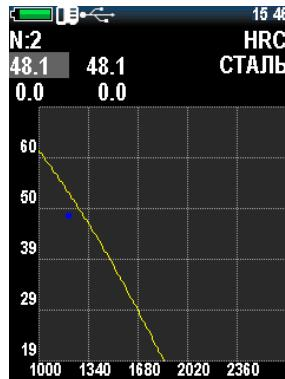

Рисунок 2.37 – Произведение замеров для градуировки
5. Перемещением курсора, клавишей «», выберите первую строку. Необходимо произвести около 5 измерений на первом образце, прибор будет показывать среднее значение серии в соответствии с действующей калибровкой (рис. 2.37). Если вы получаете очевидную ошибку измерения, нажмите клавишу «» и последнее измерение будет удалено из этой серии.